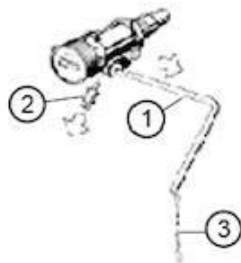
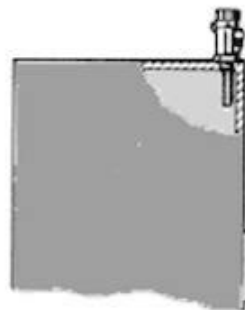

Рис.4
Рис.5
Установка: Рис.4 снимите рычаг 1 и соединитель 2. Рис.5 Вертикальная установка. Вкрутите регулятор в котёл в вертикальном положении. Установите рычаг 1 в обратной последовательности (см. рис. 4), закрепите винтом соединитель 2 и отрегулируйте цепь 3.
- в случае вертикальной установки (рис. 5) используйте белые цифры.